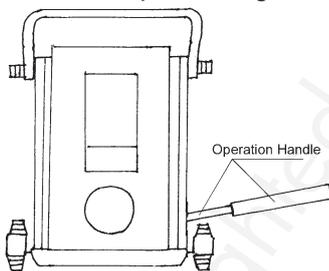

Figure 1
2. Insérez le levier dans la douille et le piston. Voir figure 1. La tige du piston est soutenue par le mouvement de haut en bas du levier, et la charge est ainsi soulevée. Le système est conçu de telle sorte que la tige du piston cesse de monter lorsque